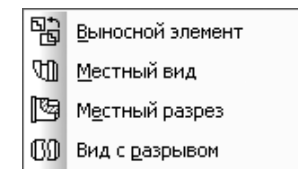

Рис. 4.171. Всплывающее меню пункта **Вспомогательный вид** выпадающего меню пункта **Вставка** главного меню
- **Вспомогательный вид** вызывает всплывающее меню, показанное на рис. 4.171;